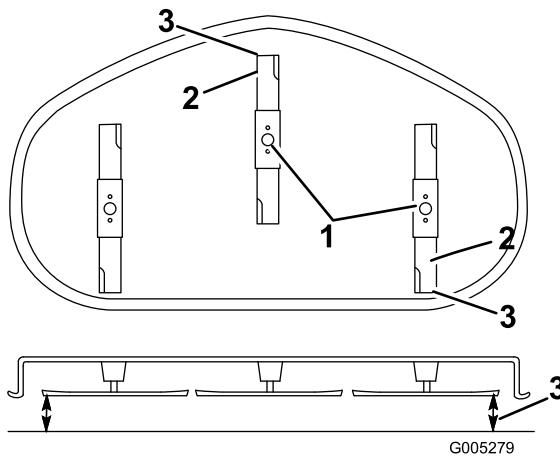

Figura 43
5. Ponga la altura de corte en **3** [3 pulg. (76 mm)] y gire con cuidado las cuchillas hasta que estén alineadas hacia adelante y hacia atrás (Figura 43).
6. Mida entre la punta de la cuchilla delantera y la superficie plana y entre la punta de la cuchilla trasera y la superficie plana (Figura 43). Si la punta de la cuchilla delantera no está entre 1,6 y 7,9 mm (1/16 y 5/16 pulgada) más baja que la punta de la cuchilla trasera, ajuste la contratuerca delantera.
9. Compruebe la inclinación longitudinal de nuevo después del ajuste. Siga ajustando la tuerca hasta que la punta de la cuchilla más avanzada esté entre 1,6 y 7,9 mm (1/16 y 5/16 pulgada) más baja que la punta de la cuchilla más atrasada (Figura 43).